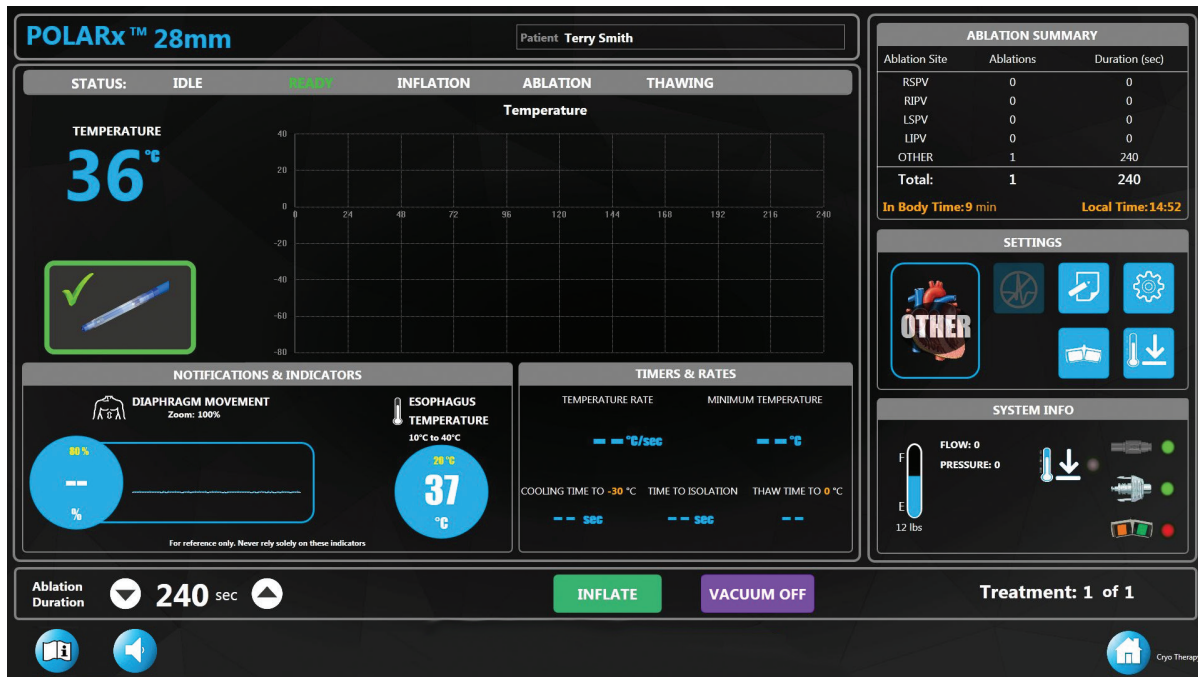

Figura 6. Pantalla Therapy (Terapia) en estado listo
3. El estado del sistema debe indicar READY (Listo) y debe aparecer el botón INFLATE (Inflar) en la pantalla Therapy (Terapia) (Figura 6). Además, el botón START (Iniciar) en el panel delantero de la consola se debe encender de color verde.